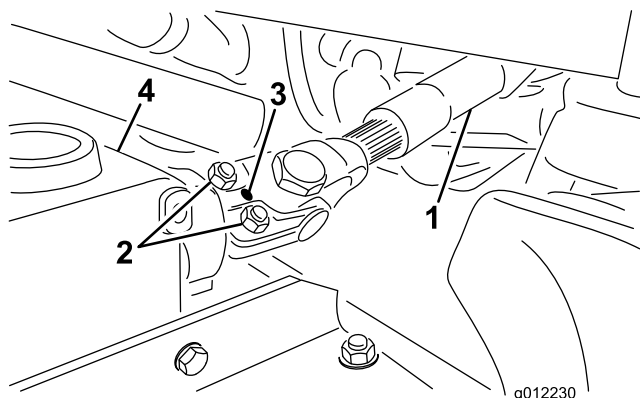

図 5
1. オスの PTO シャフトとメスの PTO シャフトを接続する (図 5)。ギアケースの入力シャフトの取り付け穴と PTO シャフト穴とを整列させて相互に接続する。
2. ロール・ピンで固定する (図 5)。
3. ボルトとナットを締めつける (図 5)。